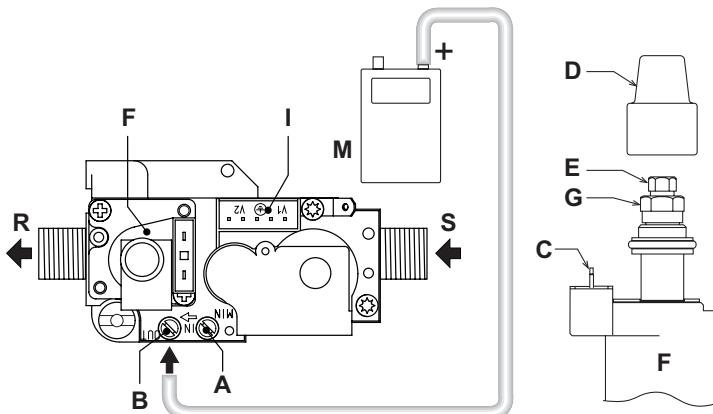

fig. 20 - Valvola gas
- Sfiatare l'aria presente nelle tubazioni del gas per mezzo della presa di pressione della valvola gas (rif. A - fig. 20).